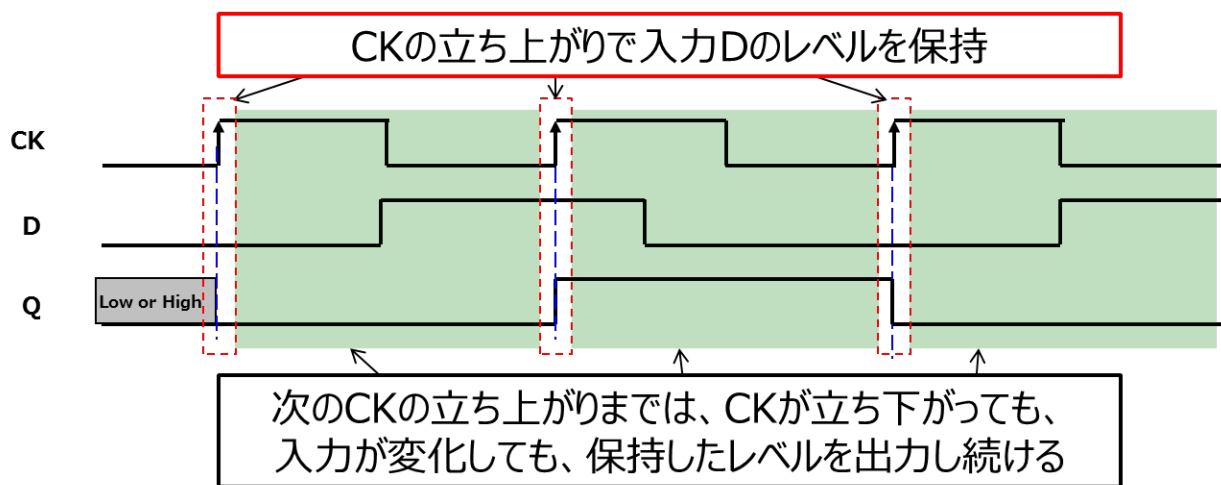

図 2.34 タイミングチャートと出カイメージ
入力(D)、クロック(CK)、出力(Q)で構成される製品の場合、クロック(CK)の立ち上がりにより、入力 (D)が保持されその信号が出力されます。次のクロック(CK)の立ち上がりが入力されるまで、入力(D)が変化しても出力(Q)は変わりません。クロック(CK)が立ち上がり以外の時には、直前の立ち上がりクロック(CK)で保持した入力(D)が出力され続けます。以下にタイミングチャートを示します(図 2.34)。内部保持信号を初期化出来る CLR、PR 付きの製品もあります。